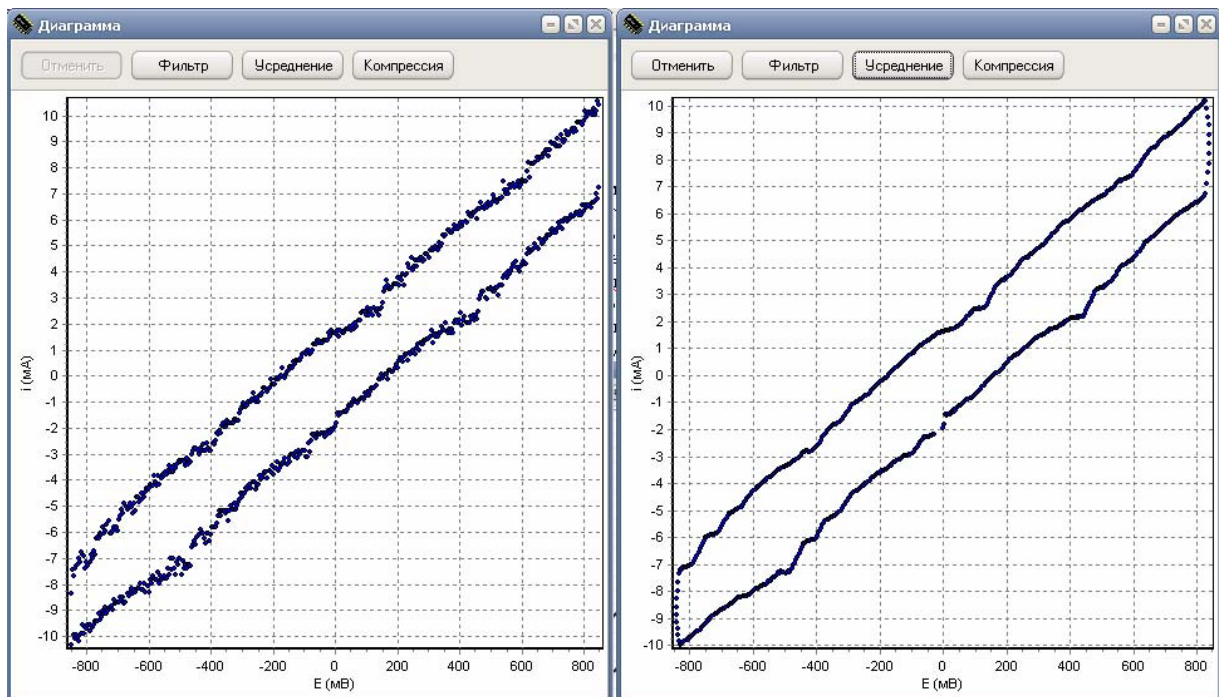

Рис. 9. Диаграмма после усреднения данных по степени 10.
- 2) **Усреднение.** Производит усреднение каждой точки по заданному числу соседних точек (количество усредняемых точек вводится пользователем в появившемся после нажатия кнопки "Усреднение" окне), количество зарегистрированных точек при этом не снижается. На рис. 9 приведены примеры усреднения данных по 10 точкам. Максимальная степень усреднения составляет 100, минимальная 2 (значение 1 не дает изменений).